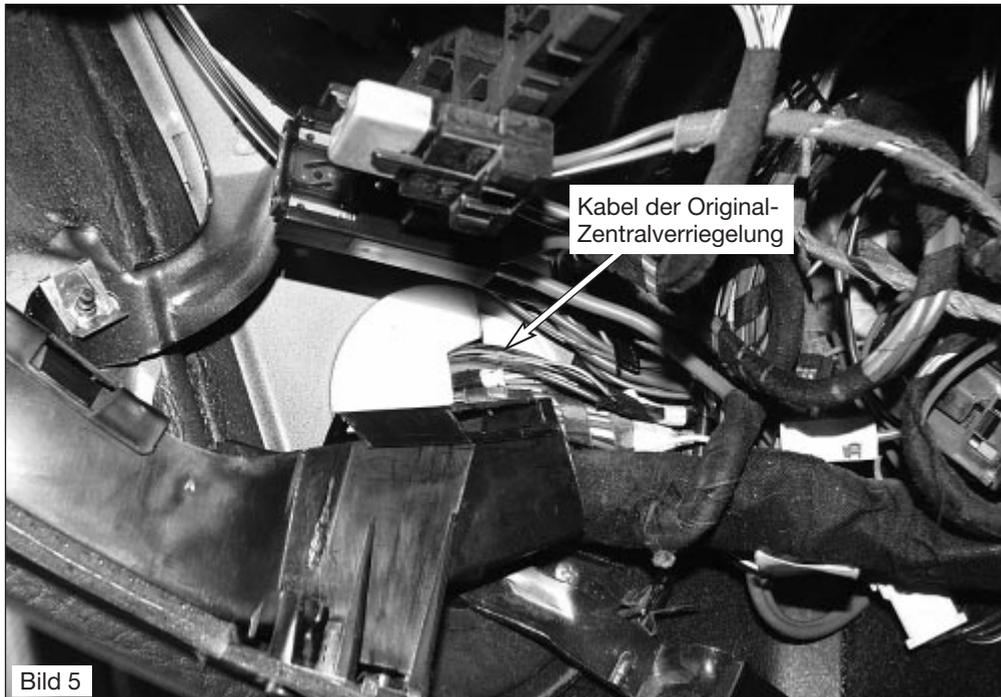

Bild 5
- Trennen Sie die gelb/blau bzw. grün/blau Originalleitung, die aus der A-Säule kommt, durch. Verbinden Sie die grau/rote Leitung der MT-150 mit der grün/blauen Originalleitung, die von der Zentralverriegelungspumpe kommt. Verbinden Sie die gelb/blau Leitung der MT-150 mit der anderen Seite der grün/blauen Originalleitung, die aus der Fahrzeugtür kommt (siehe Bild 5).